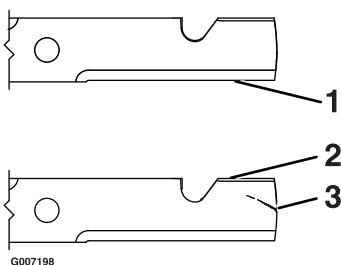

Figure 44
1. Examinez le tranchant des lames (Figure 44). Si elles ne sont pas tranchantes ou si elles présentent des indentations, déposez et affûtez les lames (voir Affûtage des lames).
2. Inspectez les lames, surtout la partie incurvée. Remplacez immédiatement toute lame endommagée, usée ou qui présente une entaille (repère 3 de la Figure 44).